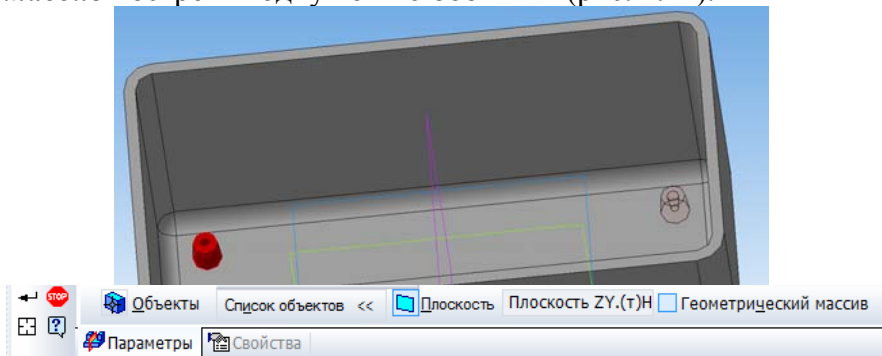

Рис. 2.11. Одна копия бобышки
3. Так как бобышки расположены симметрично относительно центра, то целесообразно использовать зеркальный массив. Для этого в дереве модели надо выбрать операции построения бобышки в группу и нажав на кнопку **Зеркальный массив** построить одну копию бобышки (рис. 2.11).